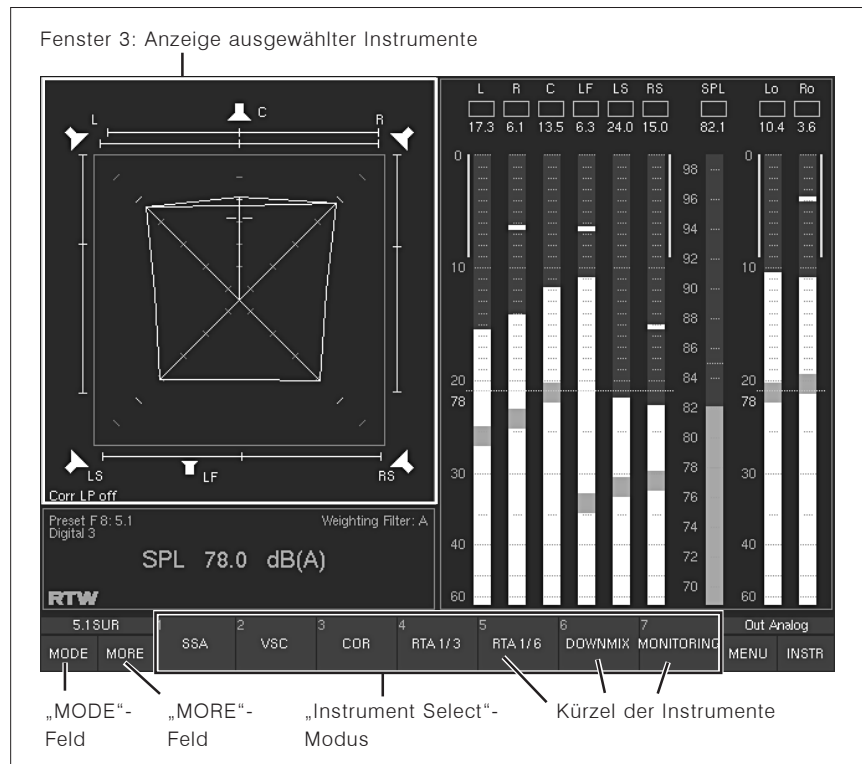

Bild 3-6: Der Surround Sound Analyzer in Fenster 3 des Bildschirms und die erste Instrumenten-Ebene in der Steuerleiste (nach dem Anwählen von „MODE“ sichtbar)
1. Drücken Sie die Taste „**Mode**“ auf der Remote Control 30050 (31900 Serie) bzw. auf der Frontseite der 31960 Serie oder klicken Sie auf die „**MODE**“-Schaltfläche in der Steuerleiste (Fenster 1 auf dem Bildschirm, siehe Bild 2-1). Die Schaltflächen 1 bis 7 in der Steuerleiste wechseln in den „**Instrument Select**“-Modus (siehe Abschnitt 5.1.2.) und zeigen die ersten sieben verfügbaren Instrumenten-Typen an (Darstellungsarten, siehe Bild 3-6).